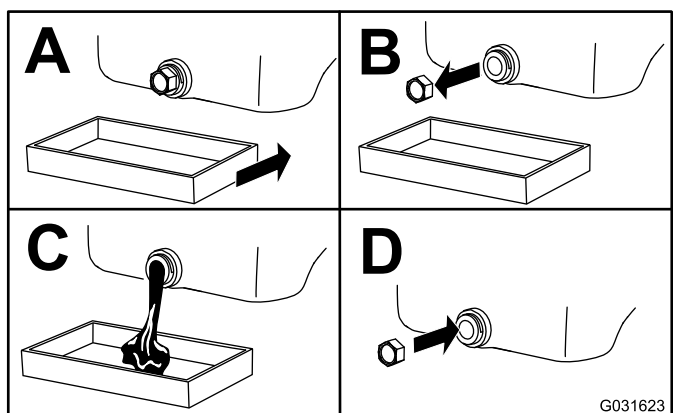

Рисунок 47
3. Произведите замену масла в двигателе, как показано на Рисунок 47.